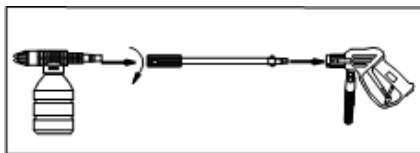

Figura 8. Coloque el aplicador en la pistola
4. Coloque el aplicador de detergente en la pistola. (Véase Figura 8)